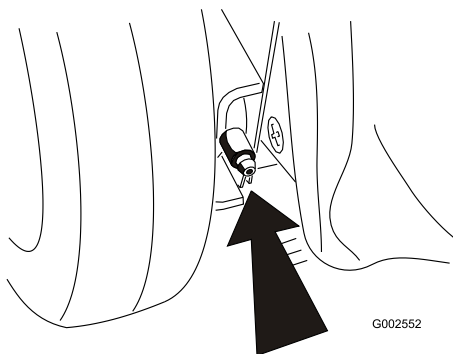

Figure 21
2. Essuyez les graisseurs à l'aide d'un chiffon propre (Figure 21).